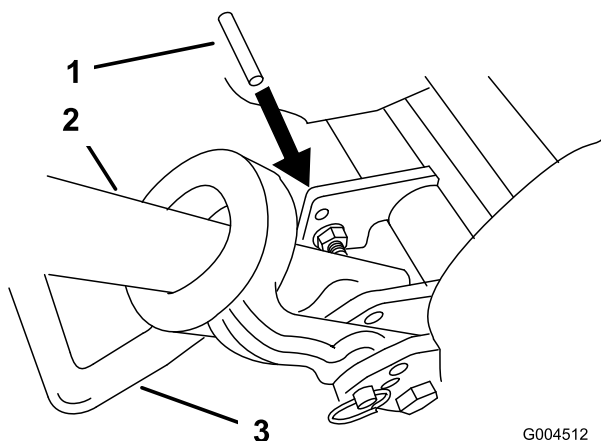

Figura 13
2. Baixe o apoio. Introduza um pino com 6,4 mm de diâmetro, ou equivalente, no orifício da estrutura por cima da cavilha de montagem do apoio (Figura 13).